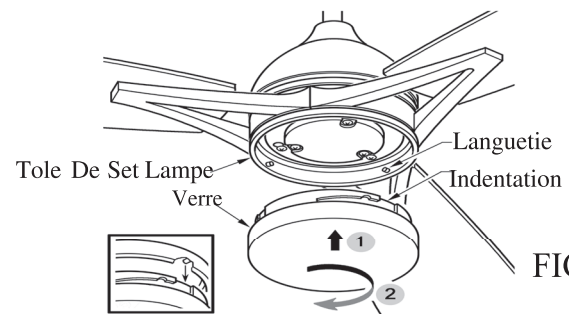

FIG.23
- Fixez l'abat-jour extérieur en faisant coïncider les languettes du kit d'éclairage avec les rainures de l'abat-jour et tournez dans le sens horaire jusqu'à obtenir un bon serrage. (Voir fig.23)